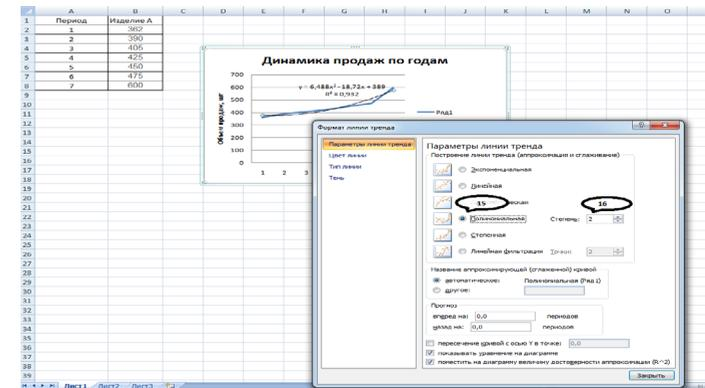

Рис. 2.8. Корректировка линии тренда
8) Переходим в окно «Формат линии тренда», но уже для того, чтобы выбрать «Полиномиальную» линию тренда, меняем степень, добиваясь показателей коэффициента  $R^2 = 0,932$  (рис. 2.8).